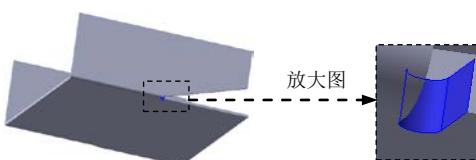
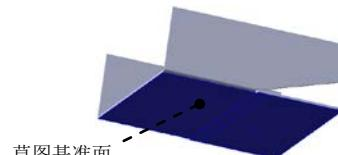

图 9.18 切除—拉伸 1
图 9.19 草图基准面
Step6. 创建图 9.18 所示的切除—拉伸 1。
(1) 选择命令。选择下拉菜单 $\text{插入(I)} \rightarrow \text{切除(C)} \rightarrow \text{拉伸(E)...}$ 命令。
(2) 定义特征的横断面草图。
① 定义草图基准面。选取图 9.19 所示的模型表面作为草图基准面。